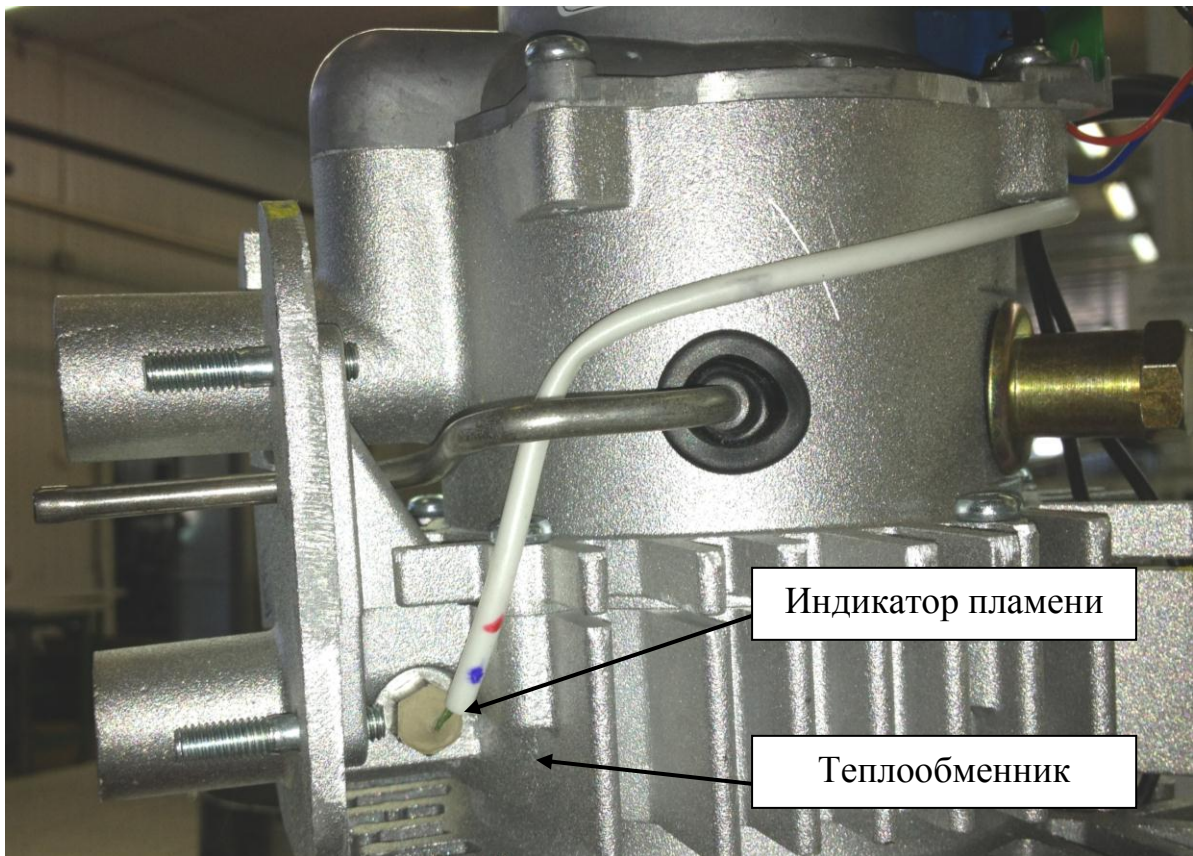

Рис. 7 – Индикатор пламени
- вывернуть индикатор из корпуса теплообменника (рис. 7).
Для проверки канала ИП блока управления вместо ИП установите перемычку (рис.7а). Если при запуске отопителя не возникает код неисправности ИП, то БУ исправен. Уберите перемычку и подключите исправный ИП.
В случае неустранения неисправности ИП проверьте полярность его подключения (провод с черной меткой соединен с контактом разъема БУ, помеченным черной точкой, рис. 7б). Возможно, была допущена ошибка при установке меток на проводах ИП. Для исправления этой ситуации поменяйте местами контакты ИП в разъеме блока управления.
Рис. 7а – Перемычка
Рис. 7б – Подключение ИП к БУ